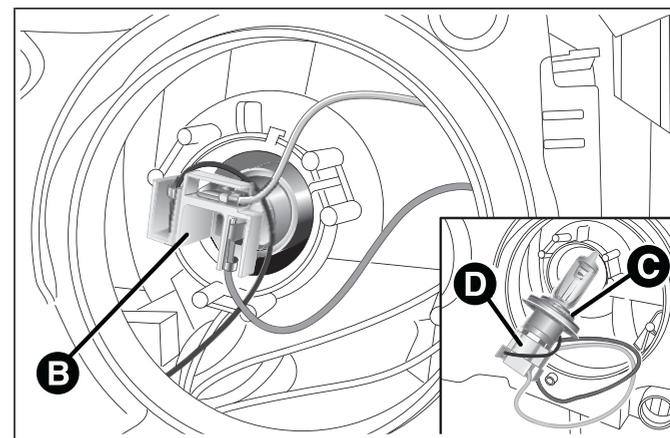

fig. 126
- pousser vers le bas l'ensemble connecteur + douille B fig. 126 ;